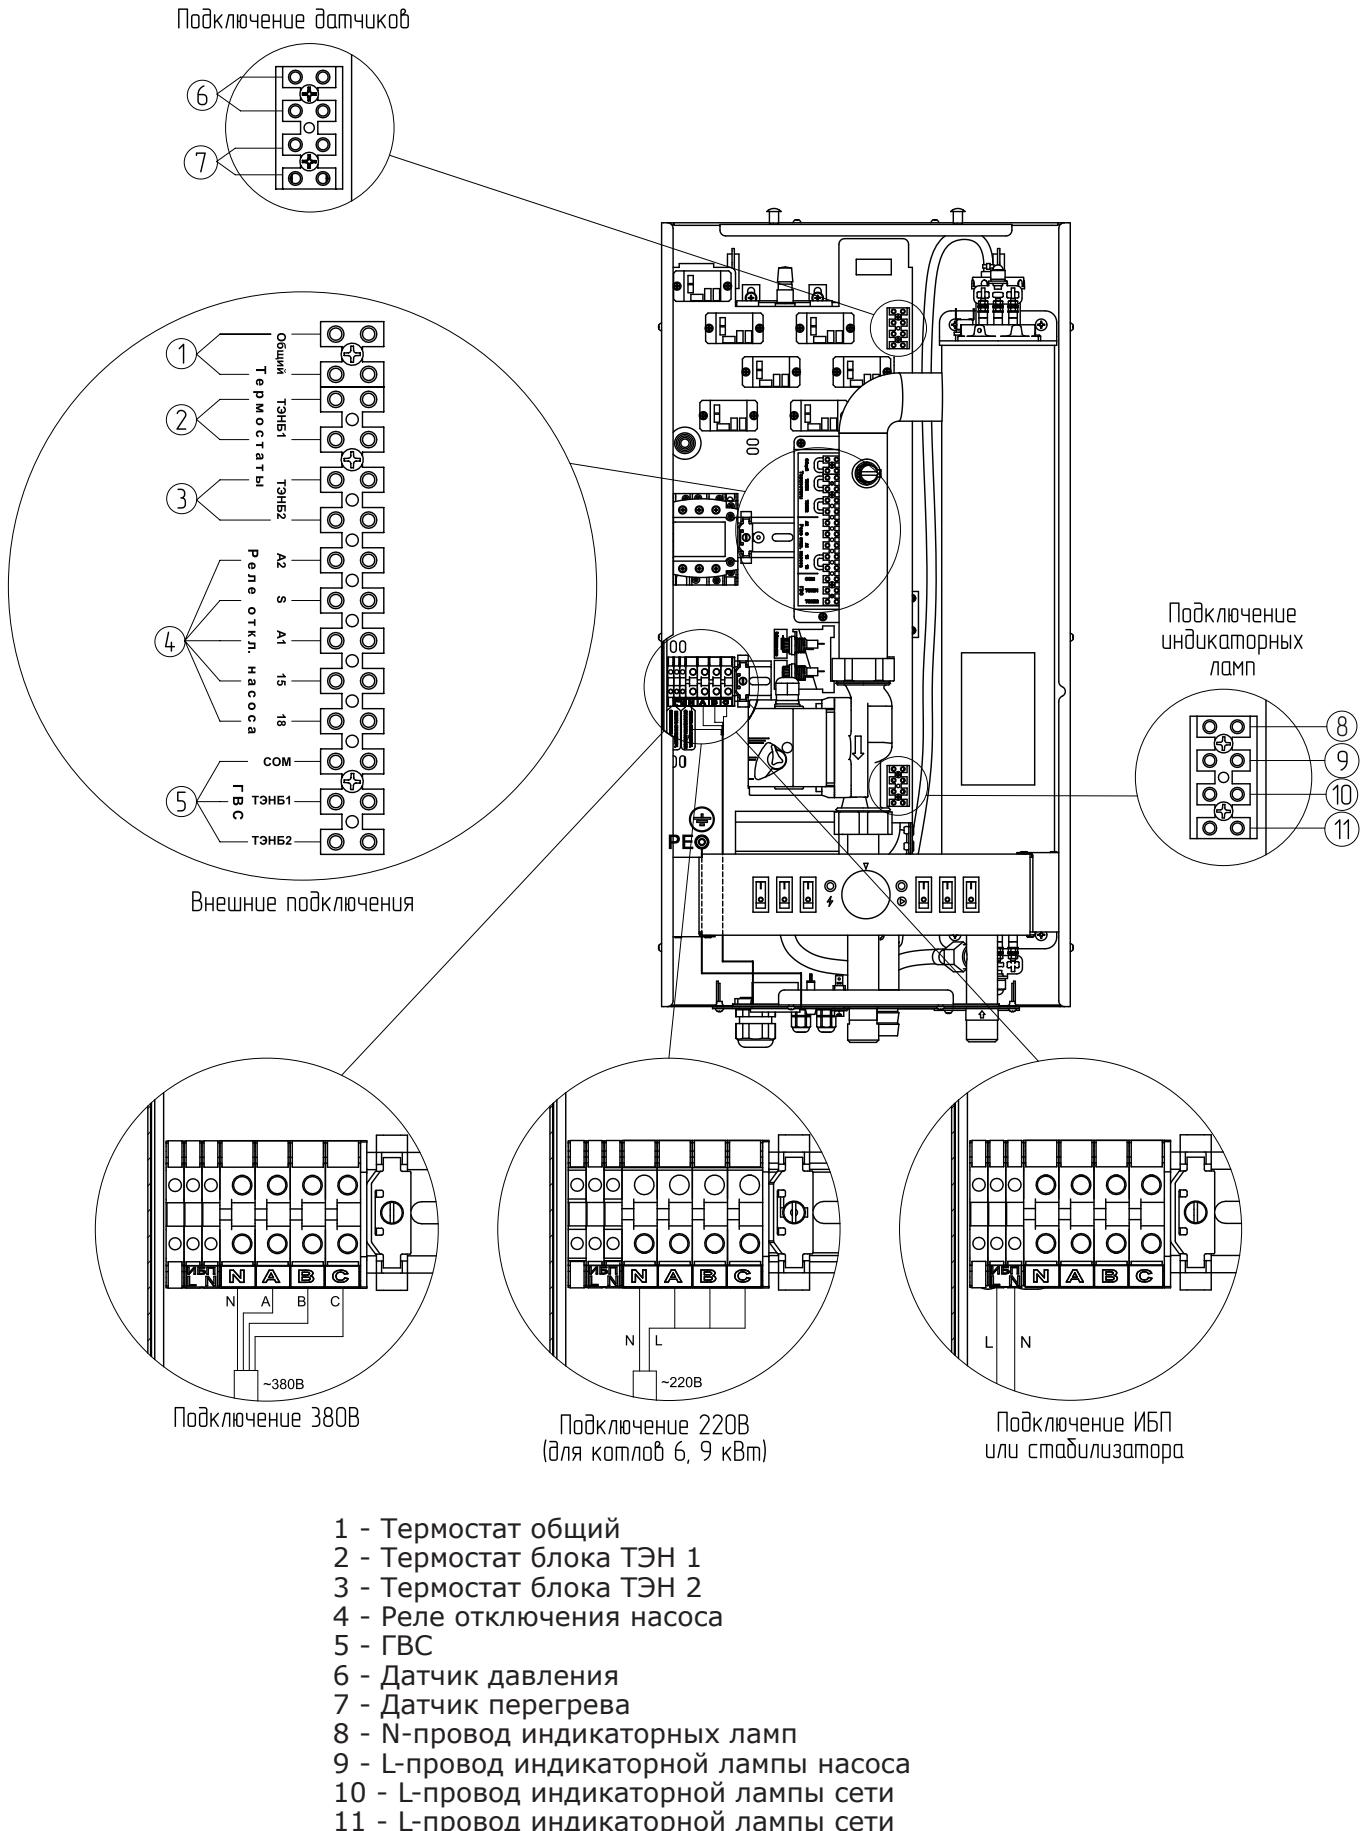

Рис.5 Схема подключения котла к однофазной/трехфазной сети
6.3.3.3. Подключение котла к трехфазной сети переменного тока 380 В, 50 Гц. Для подключения присоедините рабочий нулевой провод на клемму нейтраль (N) котла, а фазные провода на клеммы А, В, С (Рис.5 «Подключение 380 В»). Защитный нулевой провод (РЕ) подключить на болт «ЗАЗЕМЛЕНИЕ» (поз.23 Рис.1В).
6.3.3.4. Подключение котла к однофазной сети переменного тока 220 В, 50 Гц. Для подключения присоедините рабочий нулевой провод на клемму нейтраль (N) котла, а фазный на одну из клемм А, В или С (Рис.5 «Подключение 220 В»). Защитный нулевой провод (РЕ) должен подключаться к клемме «ЗАЗЕМЛЕНИЕ» (23) (см. рис. 1В). Для соединения клемм А, В, С в комплекте имеется специальная перемычка (только для GTM Classic E600 от 6 до 9 кВт).
6.3.3.5. Подключение стабилизатора или источника бесперебойного питания (ИБП). Для подключения необходимо извлечь две перемычки, расположенных на специальных клеммах для подключения стабилизатора и ИБП (Рис.5 «Подключение ИБП или стабилизатора»). Проводники N и L, идущие от стабилизатора или ИБП подключить к соответствующим клеммам N и L на котле.
6.4.1. В котле установлен возвратный датчик перегрева на 95°C (поз.7, Рис.5). При его срабатывании котел отключает нагрев (отключается контактор (поз.13, Рис.1В), но циркуляционный насос продолжает работать, отводя горячий теплоноситель в систему отопления. Датчик подключается к колодке подключения датчиков (поз.7, Рис.5) и может быть заменен в случае выхода из строя.
Датчик подключается к колодке подключения датчиков (поз.6, Рис.5) и может быть заменен в случае выхода из строя совместно с кнопкой отключения датчика давления.
«Сухой контакт» «Общий» (поз.1, Рис.5) при размыкании контактов отключает нагрев всего котла.
«Сухой контакт» «ТЭН 1» (поз.2, Рис.5) при размыкании контактов отключает первые три ступени мощности котла (1A; 2B; 3C), отвечающих за запуск блока ТЭН 1 (поз.ТЭНБ 1, Рис.8 «описание органов управления котла»).
«Сухой контакт» «ТЭН 2» (поз.3, Рис.5) при размыкании контактов отключает с четвертой по шестую ступени мощности котла (4A; 5B; 6C), отвечающих за запуск блока ТЭН 2 (поз.ТЭНБ 2, Рис.8 «описание органов управления котла»).
- Термостат подключен или к «ТЭНБ 1» (поз.2, Рис.5) или к «ТЭНБ 2» (поз.3, Рис.5). В данном случае с помощью термостата мы подключаем только 50% мощности, что дает нам возможность при установке котла резервировать мощность на будущее или просто использовать половину ресурса котла, и каждый год переподключать термостат, обеспечивая равномерный износ котла;
- Подключено 2 термостата или управляющих реле к «ТЭНБ 1» (поз.2, Рис.5) и к «ТЭНБ 2» (поз.3, Рис.5).
6.5.3. Подключение реле задержки отключения насоса (см. Рис.5, поз.4).
Для подключения реле установите его в котел на DIN-рейку справа от контактора (см. Рис.1A, поз.13) и соедините контакты реле A2, S, A1, 15 и 18 с соответствующими контактами в котле (см. Рис.5, поз.4).
Отключение насоса происходит после срабатывания комнатного терmostата, контакта подключения «Общий» (поз.1, Рис.5), отключения нагрева котла с помощью поворота ручки терmostата котла (см. Рис.1А, поз.18) или при достижении уставки теплоносителя котла, установленной на ручке терmostата.